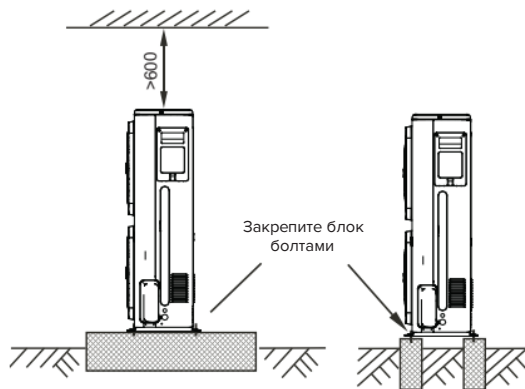

Рис. 3-5
- Бетонный фундамент должен отвечать параметрам наружных блоков (см. Рис. 3-5).
- Надежно закрепите ножки данного блока болтами, чтобы предотвратить его опрокидывание в случае землетрясения или сильного ветра. (см. рис. 3-5)